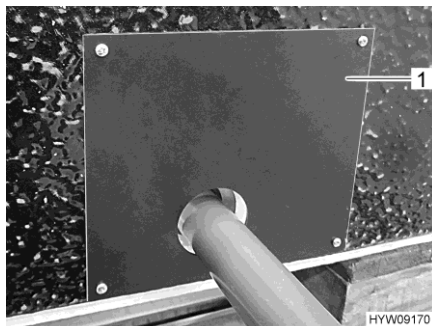

Fig. 157 Copertura (vano del serbatoio delle acque grigie)
- Rimuovere la copertura (Fig. 157,1) del serbatoio delle acque grigie.
- Posizionare la copertura (Fig. 157,1).